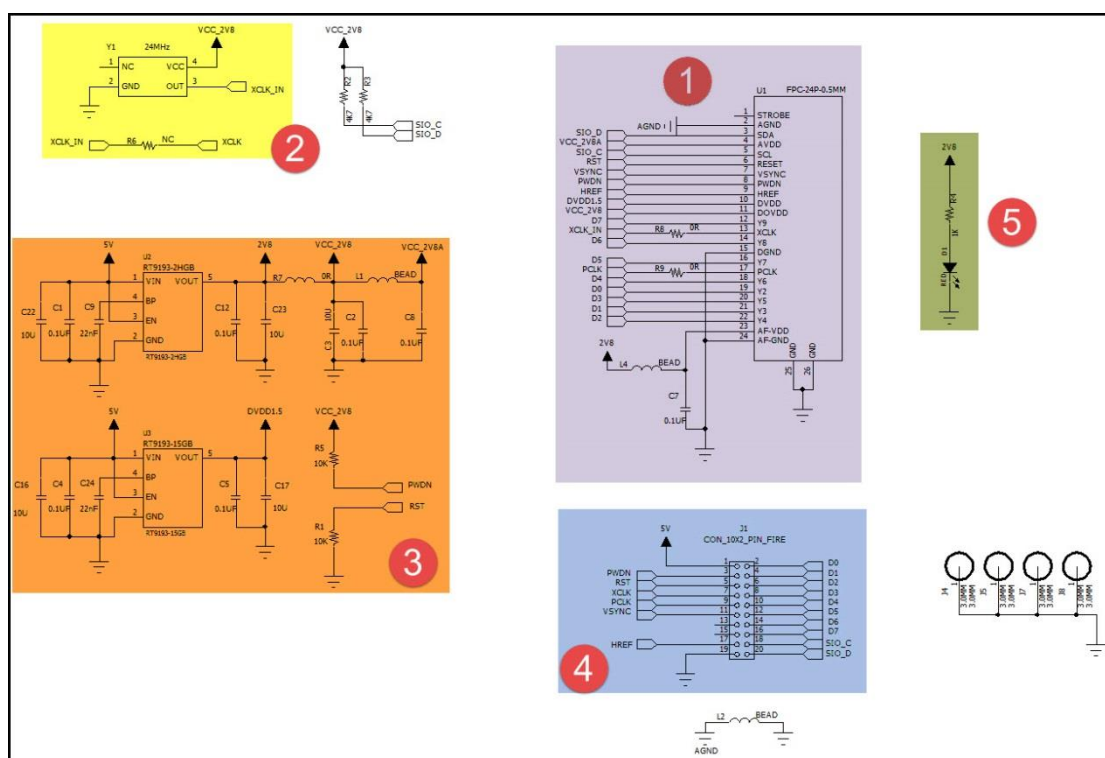
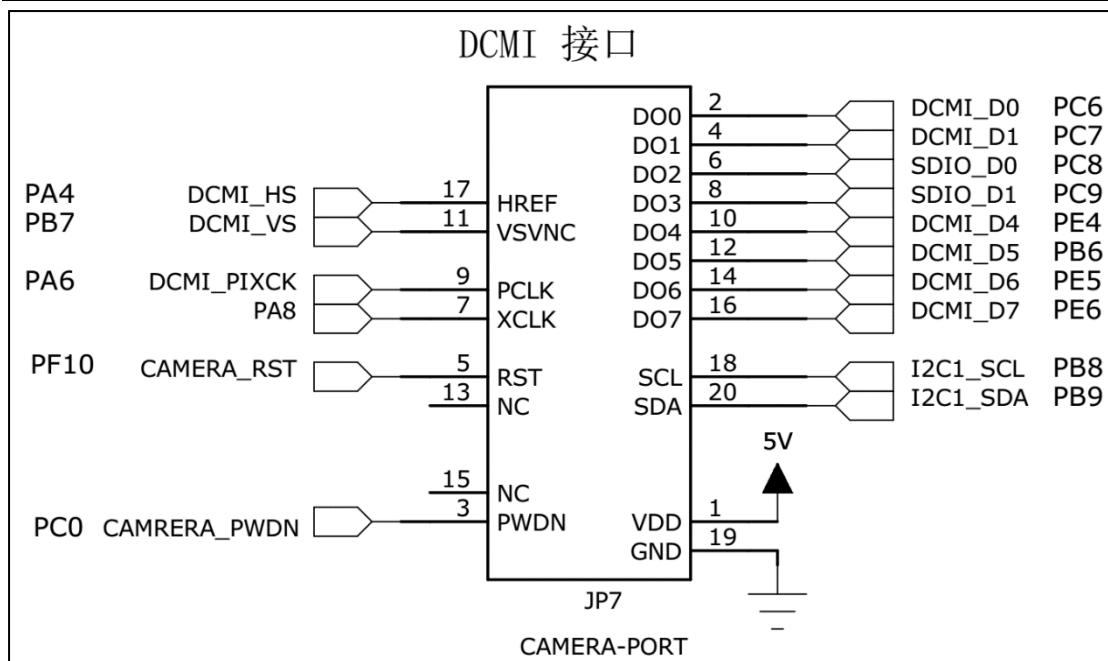

图 54-16 OV5640 摄像头原理图
图 54-17 STM32 实验板引出的 DCMI 接口
本实验采用的 OV5640 摄像头实物见图 54-16，其原理图见图 54-17。
图 54-16 标号①处的是 OV5640 模组接口电路，在这部分中已对 SCCB 使用的信号线接了上拉电阻，外部电路可以省略上拉；标号②处的是一个 24MHz 的有源晶振，它为 OV5640 提供系统时钟，如果不想使用外部晶振提供时钟源，可以参考图中的 R6 处贴上 0 欧电阻，XCLK 引脚引出至外部，由外部控制器提供时钟；标号③处的是电源转换模块，可以从 5V 转 2.8V 和 1.5V 供给模组使用；标号④处的是摄像头引脚集中引出的排针接口，使用它可以方便地与 STM32 实验板中的排母连接。标号⑤处的是电源指示灯。
通过排母，OV5640 与 STM32 引脚的连接关系见图 54-17。